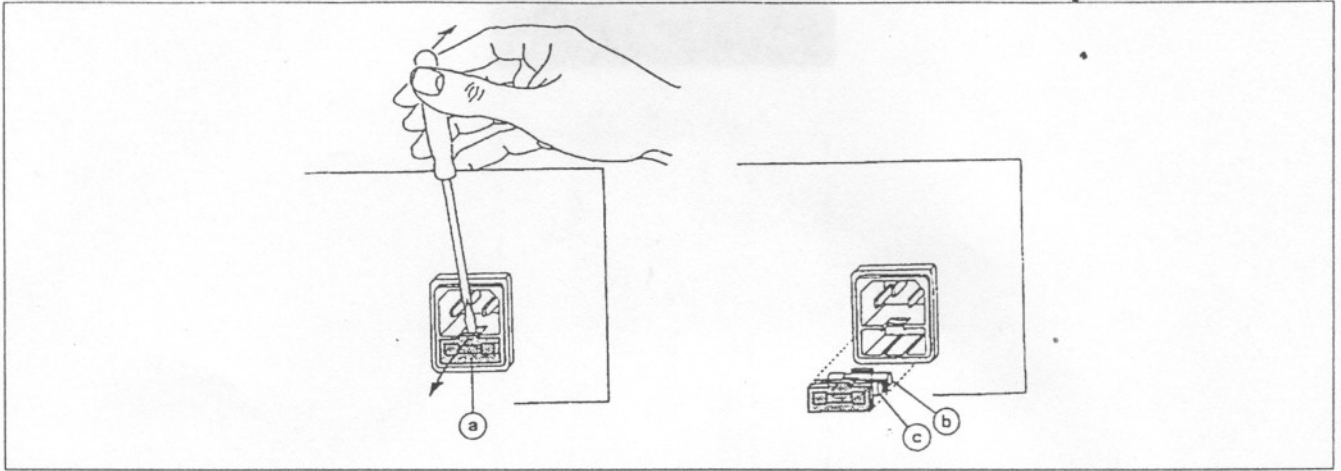

Fig. 10
- Enlever la cartouche ① avec douille pour fusible ② et le fusible de rechange ③ (fig. 10).
- Desaloje el cartucho ① que contiene al portafusibles ② y al fusible de reserva ③ (Fig. 10)